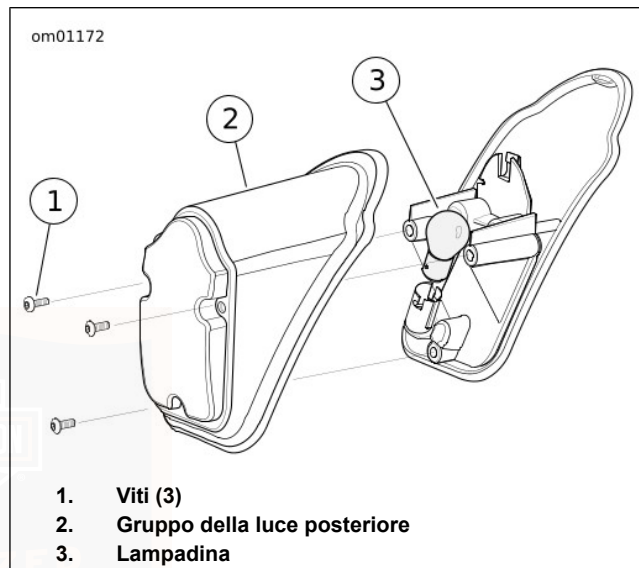

Figura 52. Luce posteriore: A forma semicircolare
1. Vedere Figura 52. Accertarsi che il commutatore di accensione sia portato su OFF (spento).